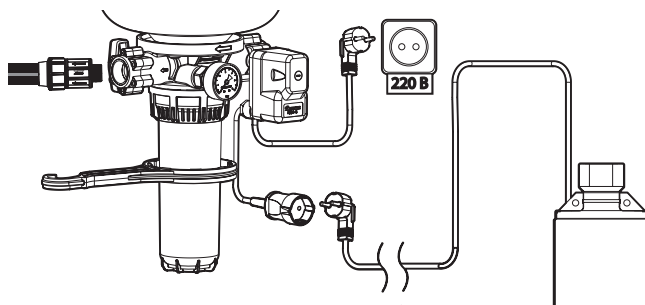

Рисунок 4
8. После монтажа насоса и проверки качества соединения КРАБ с насосом и с водопроводной сетью, подключите КРАБ к источнику электропитания с напряжением 220 В (рисунок 4). КРАБ готов к работе.
8. После монтажа насоса и проверки качества соединения КРАБ-Т с насосом и с водопроводной сетью, подключите КРАБ-Т к источнику электропитания с напряжением 220 В (рисунок 4).